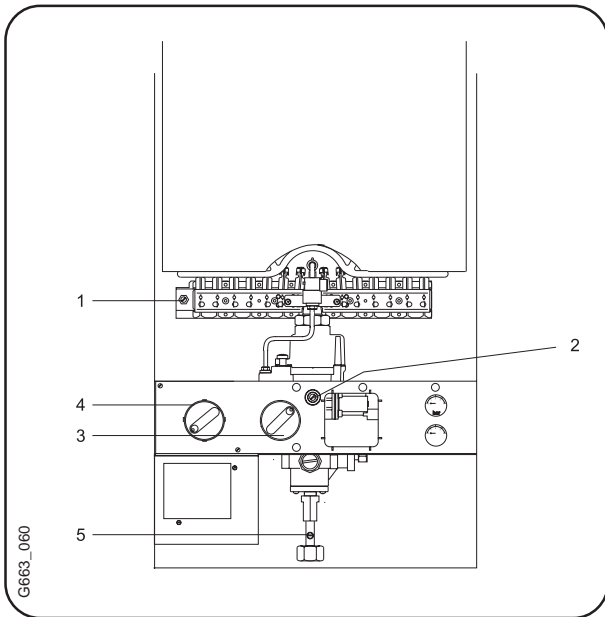

Fig. 10
1. Retirar la tapa de protección precintada (pos. 2, fig. 10), situada encima de el tornillo de regulación de gas.
2. Desenroscar el tornillo de cierre (pos. 1, fig. 10), y conectar el manómetro tubular en U.
4. Colocar el regulador (pos. 4, fig. 10) a pos. "7".
5. Tomar la presión de boquilla indicada para la potencia seleccionada de la tabla 2 pag. 11, teniendo en cuenta el tipo de aparato. Regular la presión de boquilla, por medio del tornillo de regulación de gas (pos. 2, fig. 10), en izquierda mas gas, en derecha menos gas.
6. Cerrar la llave de paso de gas, quitar el manómetro tubular en U y apretar el tornillo (pos. 1, fig. 10).
7. Soltar el tornillo de cierre (pos. 5, fig. 10), y conectar el manómetro tubular en U en la toma de medición.
8. Abrir la llave de paso de gas y poner en funcionamiento el aparato. Colocar el regulador (pos. 4, fig. 10) en posición "7".
11. Cerrar la llave de paso de gas, desmontar el manómetro tubular en U y atornillar fuertemente el tornillo de junta (pos. 5, fig. 10).
12. Precintar la chapa (pos. 2, fig. 10) encima de los tornillos de ajuste de gas.
1. Retirar la tapa de protección precintada (pos. 2, fig. 10), situada encima del tornillo de regulación de gas.
3. Colocar regulador (pos. 4, fig. 10) en pos. "7".
4. Tomar el caudal de gas (l/min.) indicado para "la potencia exigida" de la tabla 2 pag. 11. Regular el caudal de gas mediante el contador en el tornillo de regulación de gas (pos. 2, fig. 10). En izquierda más y en derecha menos gas.
6. Quitar el tornillo de junta (pos. 5, fig. 10), y conectar el manómetro tubular en U en la toma de medición.
9. Cerrar la llave de paso de gas, retirar el manómetro tubular en U y apretar fijamente el tornillo de junta (pos. 5, fig. 10).
11. Cerrar la llave de paso de gas, retirar el manómetro tubular en U y apretar el tornillo de junta (pos. 5, fig. 10).